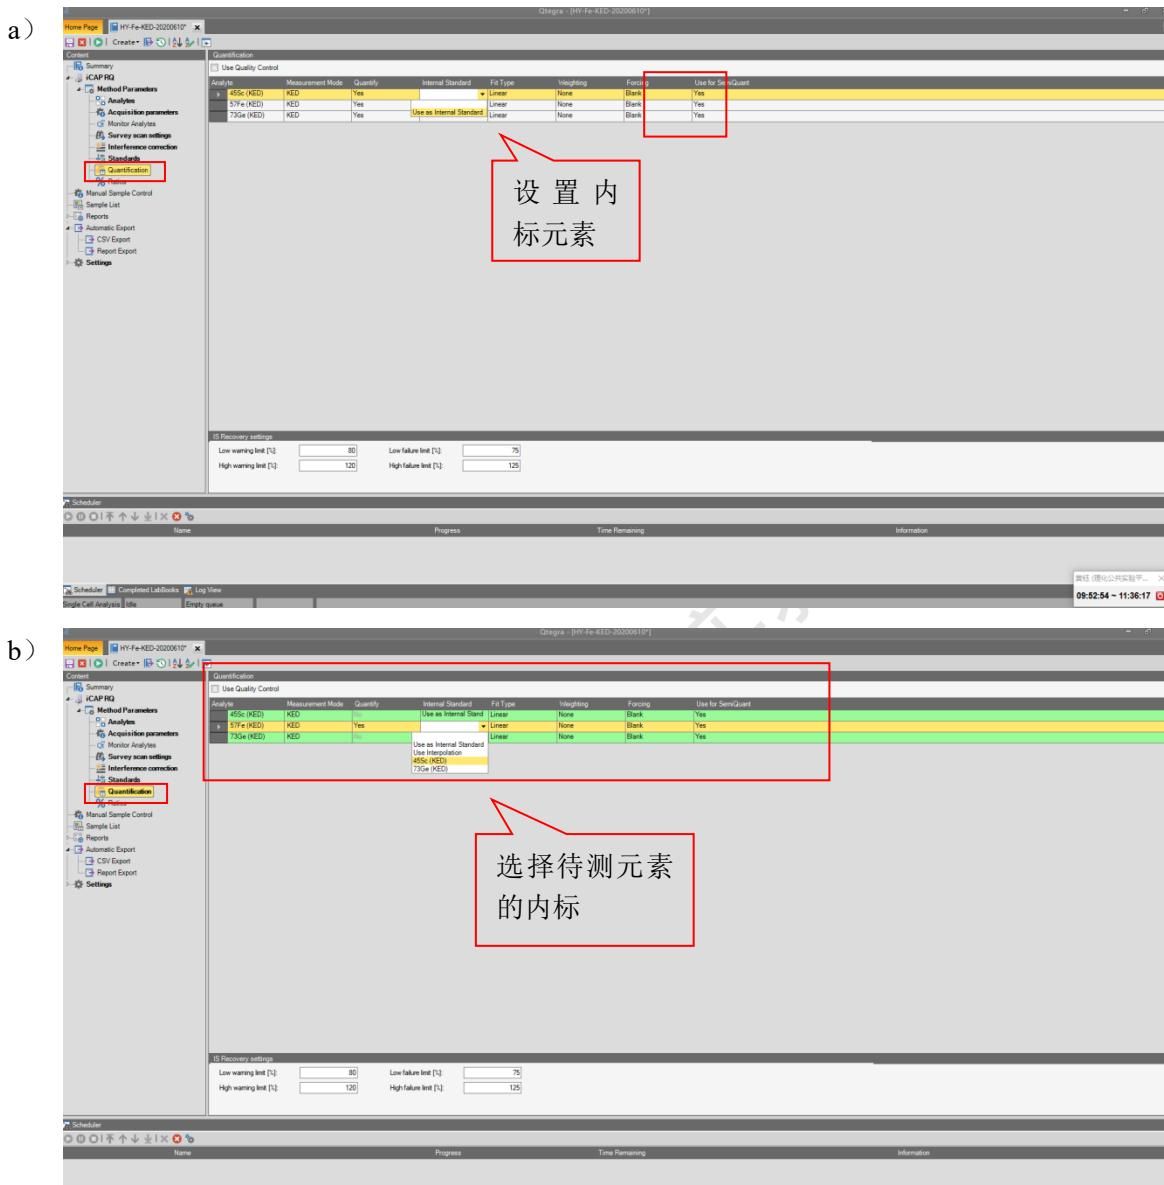

图6-11 编辑Quantification
f) Quantification: 设置定量参数。如图6-11 (a) 在Internal Standard选项中, 将内标元素设置为Internal Standard。如图6-11 (b), 选择待测元素的内标, 如待测元素⁵⁷Fe (KED) 选择⁴⁵Sc (KED) 作为内标。